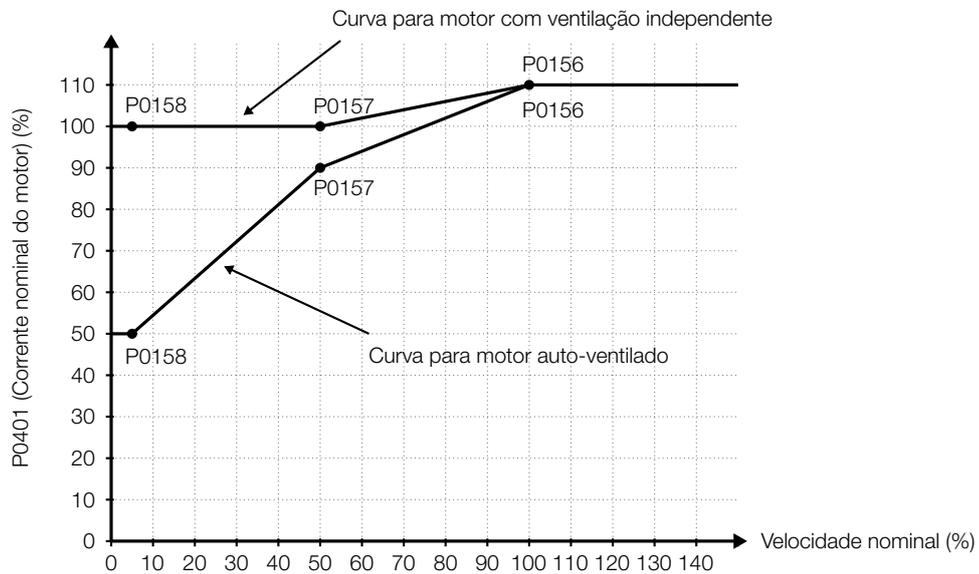

Figura 5.19 – Níveis da proteção de sobrecarga
- Os parâmetros P0156, P0157 e P0158 são os três pontos utilizados para formar a curva de sobrecarga do motor, como apresentado na Figura 5.19 na página 5-25 para o ajuste de fábrica. Consulte o Item 6.3.2 Primeira Energização \(Ajuste dos Parâmetros Mínimos Necessários\) na página 6-13 do manual do usuário.